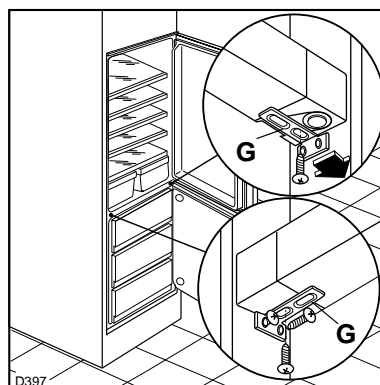

Fig. 11
En cas de fixation latérale de l'appareil au meuble colonne, desserrez les vis des équerres (G) et déplacez celles-ci d'après la Fig. 11. Fixez à nouveau.